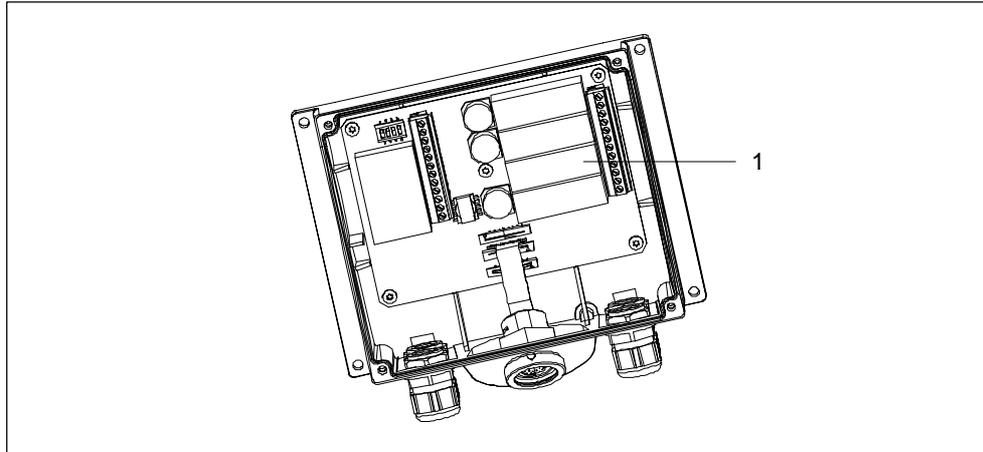

Bild 4-1 Anschlussbox Plus
Eine Anschlussbox Basic ist durch das Fehlen der vier Relais (1) gekennzeichnet (siehe Bild 4-1).